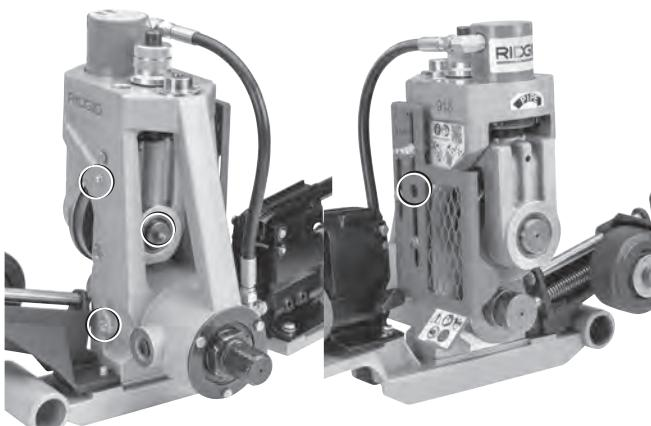

Figure 23 – Graisseurs
- Garez les graisseurs indiqués à la Figure 23 jusqu'à ce qu'une petite quantité de graisse en sorte.